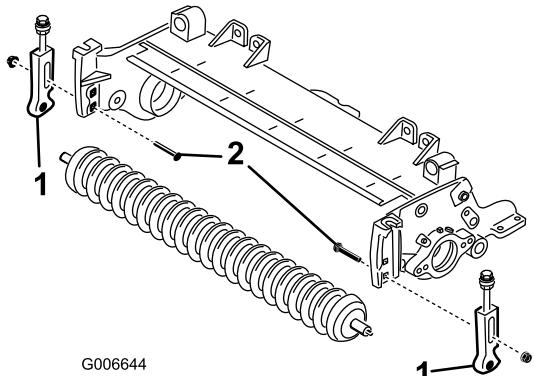

Figura 3
3. Retire los pernos de cuello cuadrado y las tuercas que sujetan los soportes de ajuste de la altura de corte a las chapas laterales de la unidad de corte (Figura 3).
5. Retire los soportes de ajuste de la altura de corte y el rodillo delantero de las chapas laterales de la unidad de corte (Figura 3).